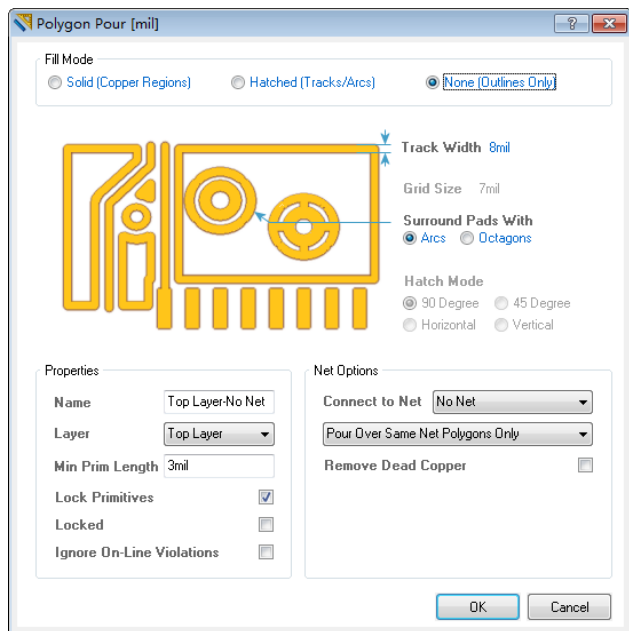

图 15-24 覆铜对话框之 None 填充模式
① Track Width: 线轨宽度。
② Grid Size: 栅格尺寸。如果该栅格尺寸小于线轨宽度, 则实际覆铜为实心填充模式。
③ Surround Pads With: 围绕焊盘的覆铜形状, 有圆弧形和八角形。
④ Hatch Mode: 有 90°、45°、Horizontal (水平) 和 Vertical (垂直) 四种阴影模式。
3) None [Outlines Only]: 无填充模式, 即只保留覆铜区域的边界, 内部不进行填充。选择该选项后, 还需要接着设置下面几个覆铜尺寸参数, 如图 15-24 所示。